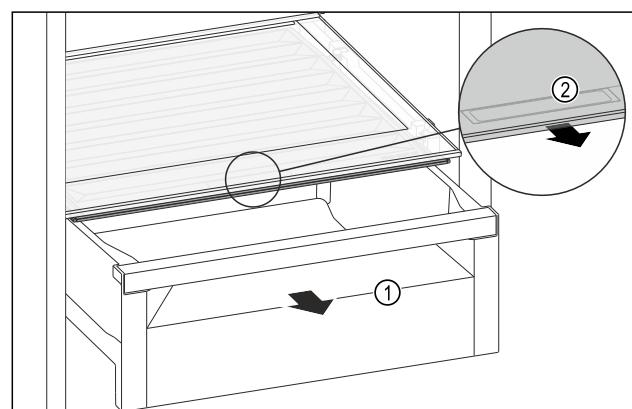

Fig. 108
- ▶ Извлеките выдвижной ящик *Fig. 108 (1)*.
- ▶ Возмитесь за утопленную ручку *Fig. 108 (2)* на крышке отделения и одновременно потяните крышку отделения вперед.